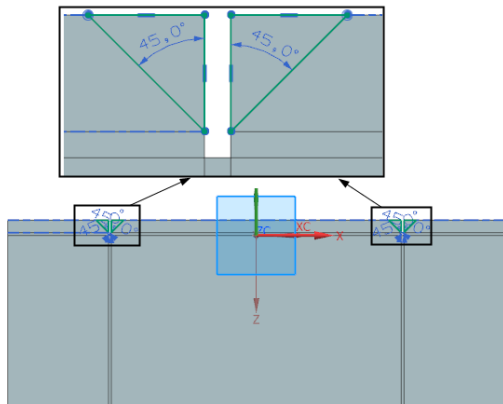

图 6-75 绘制草图
(3) 在“创建草图”对话框中,单击按钮,进入草图设计环境,绘制如图6-75所示的裁剪轮廓。单击“完成”图标,草图绘制完毕。